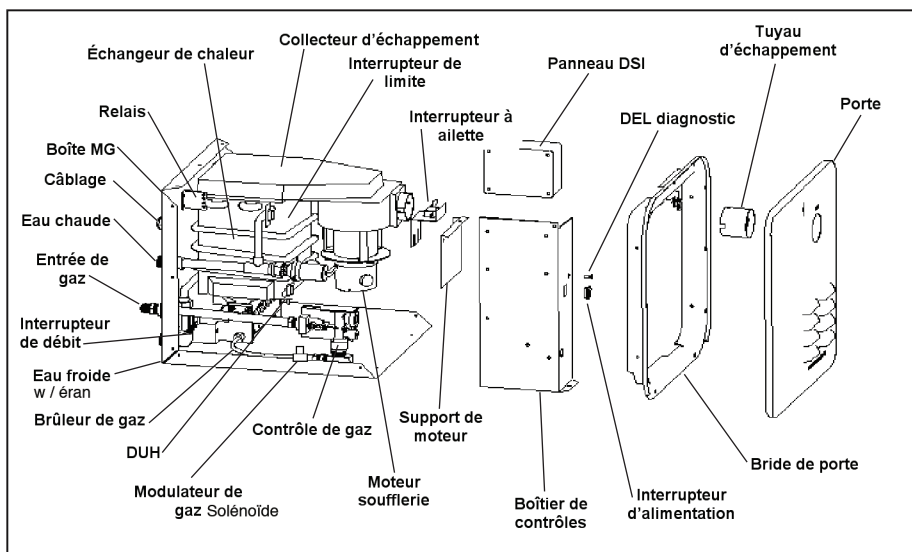

Figure 9 VUE ÉCLATÉE DU MODÈLE GSWH-1M ET IDENTIFICATION DES PRINCIPAUX COMPOSANTS
1. Figure 9 : Vue éclatée du chauffe-eau GSWH-1M avec l'identification de tous les composants.